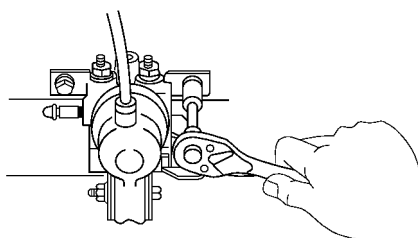

图 15-124 拆下 LSP 和 BV 组件
- 2) 拆下阀架的固定螺栓和螺母，然后拆下 LSP 和 BV 组件，如图 15-124 所示。